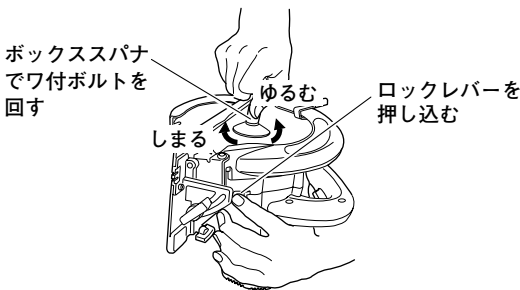
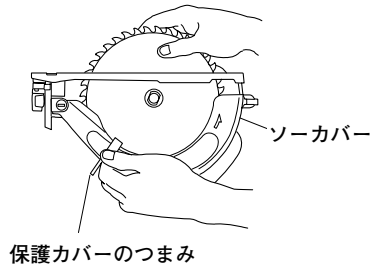

図 17
図 18
- (1) 切込み量を最大にし、安定した床の上に丸のこを置きます。(図17)
- (2) ロックレバーを押し込みながら、付属のボックススパナでボルトを静かに回します。
- (3) のこ刃軸が固定されたらボックススパナを反時計方向に回し、ワ付ボルトとワッシャ(B)をはずします。
- (4) 保護カバーのつまみをもって、保護カバーをソーカバーの中に引き込め、(図18)のこ刃を取り出します。